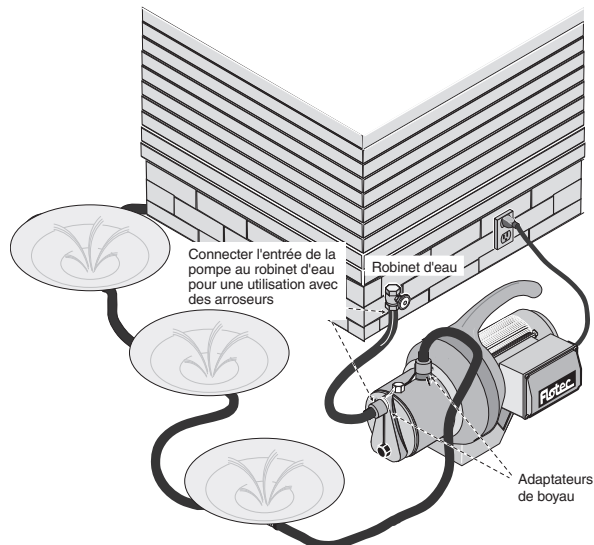

**FIGURE 2 – Ne pas faire fonctionner la pompe si la sortie est fermée**
- ◆ En cas d'utilisation d'un boyau d'arrosage comme conduite de refoulement, ne pas faire fonctionner la pompe lorsque la sortie du boyau ou l'embout est fermé. Le boyau ou la buse risquent d'éclater sous l'effet d'une pression excessive. Voir Figure 2.